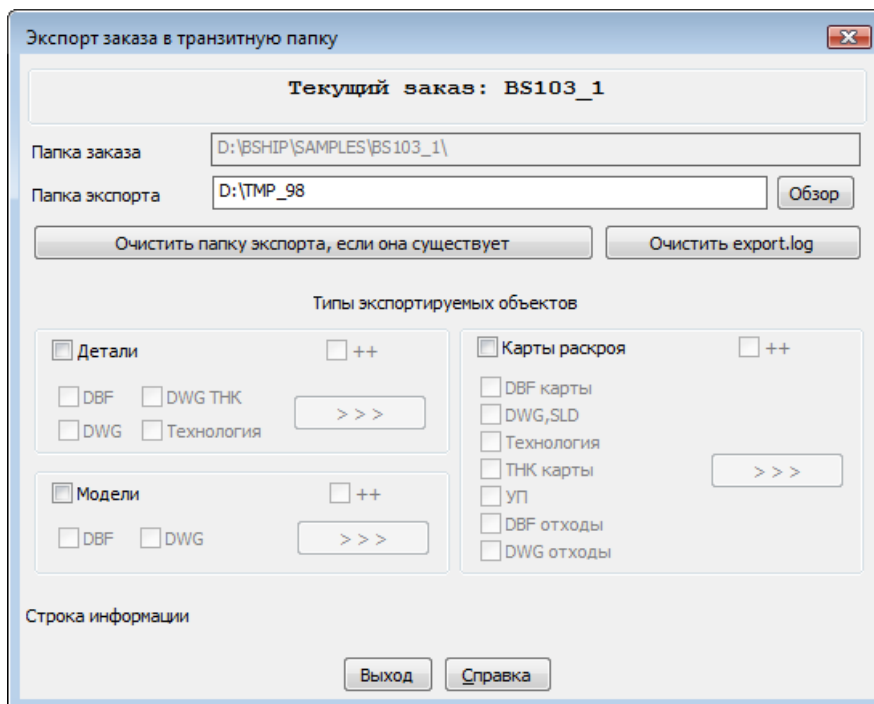

Рисунок 65. Диалоговое окно **Экспорт заказа в транзитную папку**
Команда **Экспорт** открывает диалоговое окно **Экспорт заказа в транзитную папку** (рис. 65).
- область **Опции экспорта** — отражает типы экспортируемых объектов, выбранные в окне **Экспорт заказа в транзитную папку** (см. рис. 65);